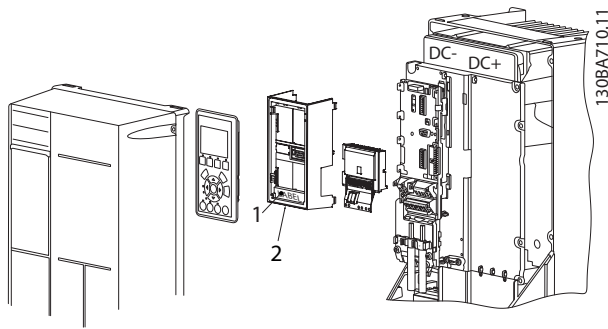

Abbildung 9.10 A5, B1-B4 und C1-C4
1) **WICHTIG!** Das Etikett MUSS wie in *Abbildung 9.10* gezeigt an der oberen Frontabdeckung des LCP angebracht werden, um die Kriterien der UL-Zulassung zu erfüllen.